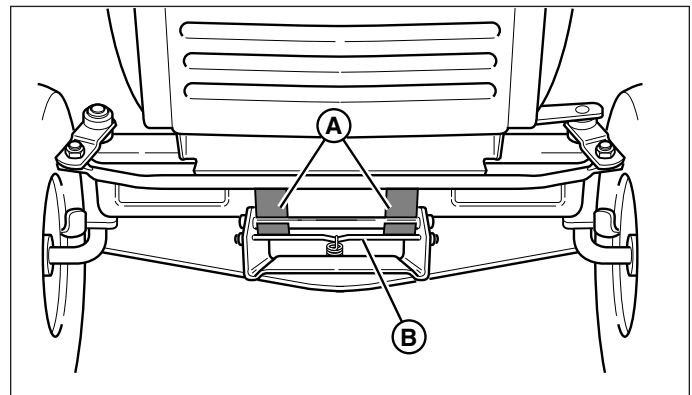

Figure 15. Attelage de la tondeuse
6. Déconnecter la chaîne de levage (A) de la patère (C). Refaire la même chose de l'autre côté.
7. Diriger les roues tout droit. Tirer sur le levier à ressort (B, Figure 15) et dégager l'attelage de la tondeuse du support d'attelage du tracteur (A).
2. Mettre la tondeuse en position de coupe la plus basse à l'aide du dispositif de réglage de hauteur de coupe. Glisser la tondeuse sous le côté droit du tracteur de façon à ce que l'attelage de la tondeuse s'aligne sur l'attelage avant du tracteur (A, Figure 15).
3. Voir la Figure 15. Braquer les roues droit vers l'avant. Tirer le levier à ressort (B) tout en soulevant l'attelage de la tondeuse. Installer l'attelage de la tondeuse sur les supports (A) de l'attelage du tracteur. Lorsqu'il est correctement installé, le levier à ressort doit être complètement en contact avec le dessous des supports..